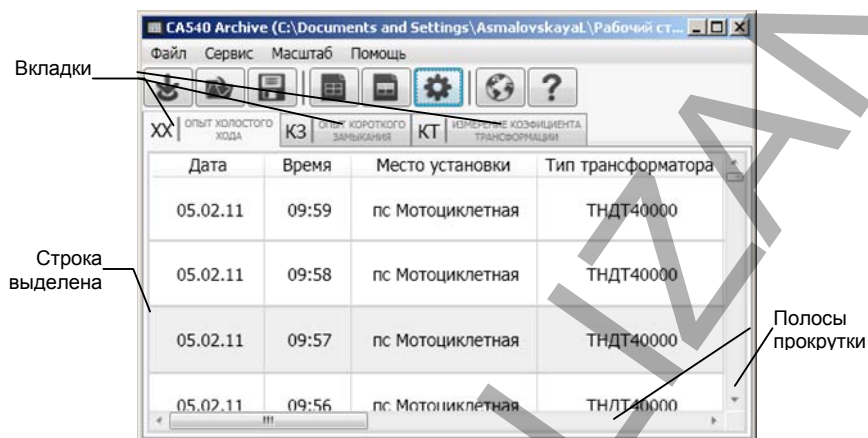

Рисунок 6.75
6) Для экспорта записей с результатами измерений в Excel открыть вкладку, данные которой будут экспортироваться, (рисунок 6.75) и щелкнуть по кнопке "Экспортировать в Excel" . Для экспорта части записей, их предварительно следует выделить с помощью одновременно нажатых мыши и клавиши **Shift** (поряд) или **Ctrl** (вразнобой), а затем щелкнуть по кнопке "Экспортировать в Excel выделенное" . На экране в программе Excel откроется файл с расширением .xls. Его содержимое можно скопировать с помощью стандартных опций копирования (**Ctrl** + **C** , **Ctrl** + **V**) в программу Word или Excel для создания "Протокола измерений", его редактирования и печати.